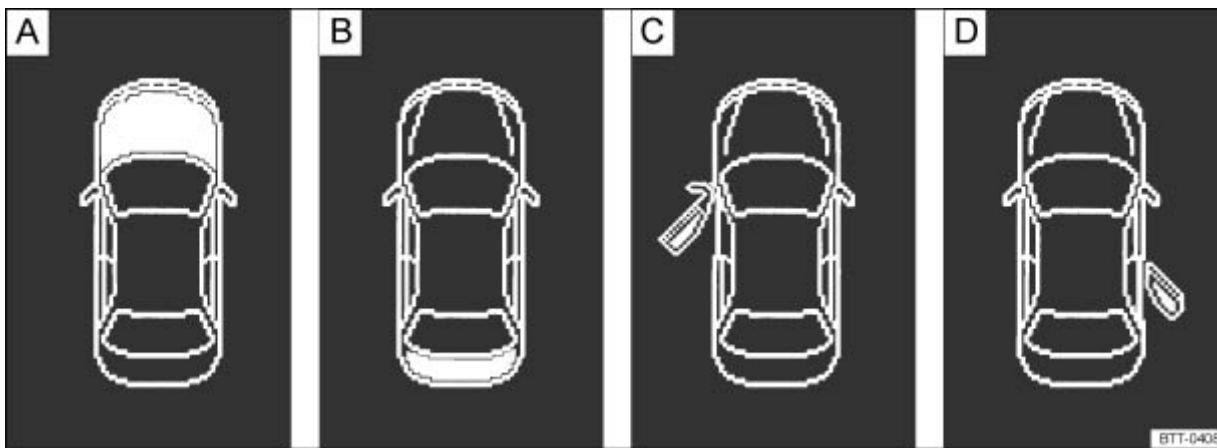

Fig. 12 A: bonnet open, B: boot lid open, C: front left door open, D: right rear door open
- Open doors, bonnet and boot lid → Fig. 12